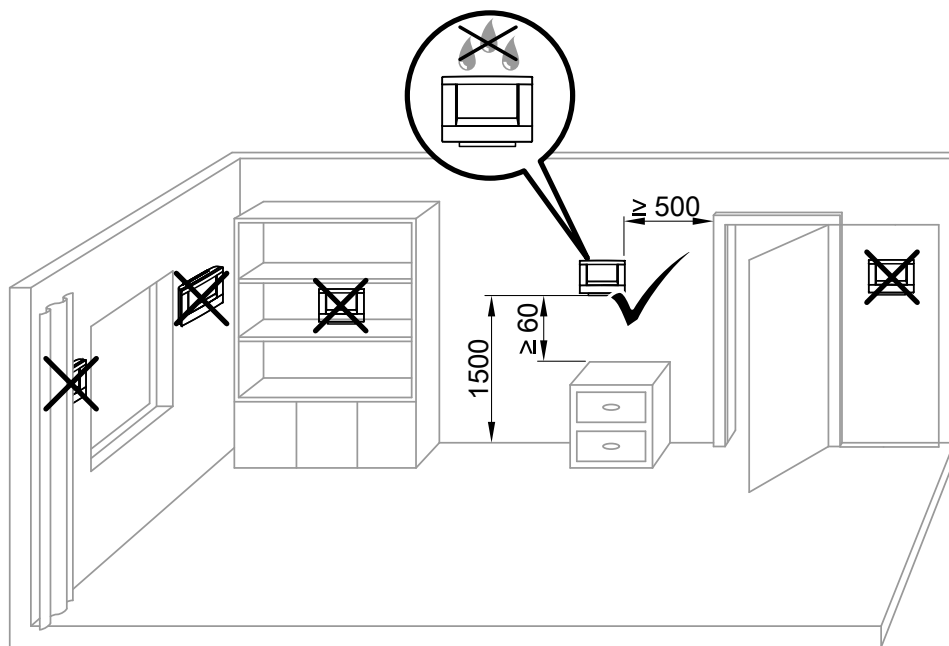

Abb. 1
■ Betrieb mit Raumtemperatur-Aufschaltung (siehe Abb. 1)